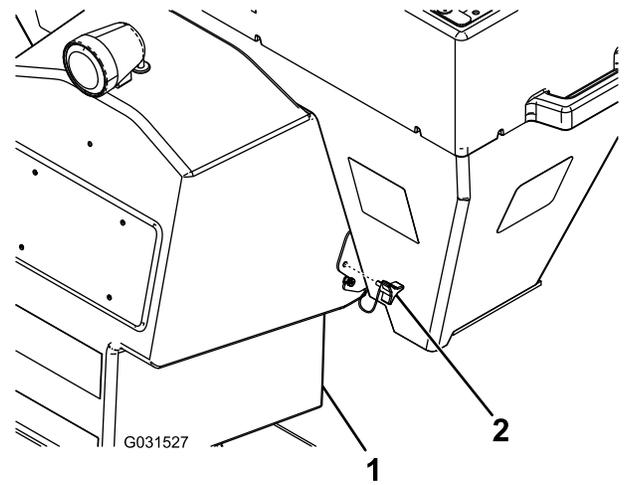

Figure 10
3. Montez le distributeur sur l'épandeur et fixez-le au moyen des vis à oreilles (Figure 10).